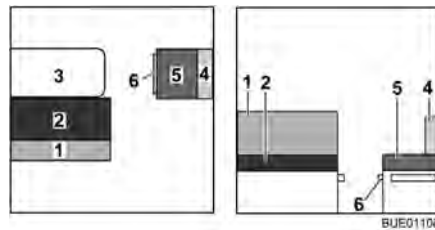

Bild 121 Före ombyggnaden
- Bygg om bordet (Bild 121,3) till sängbotten (se avsnitt 6.10).
- Tag bort ryggdynan (Bild 121,1) och lägg den åt sidan.
- Ta av och lägg ryggdynan (Bild 121,4) och sittdynan (Bild 121,5) åt sidan.